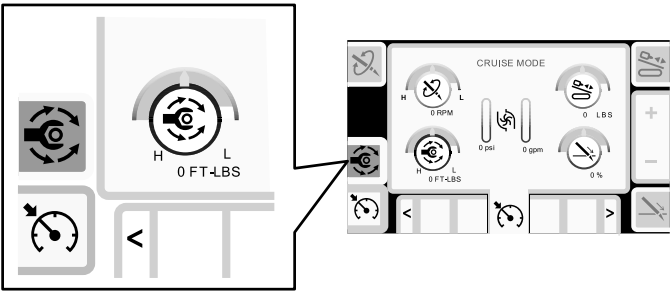

Figura 8
- Nota:** El icono cambiará a verde y un círculo verde resaltará la opción seleccionada (Figura 8).